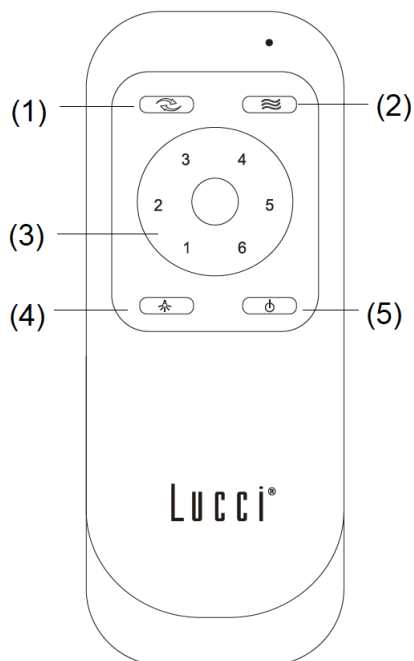

Fig. 10b
2. Fare scorrere il telecomando all'interno del supporto (Fig. 10b).